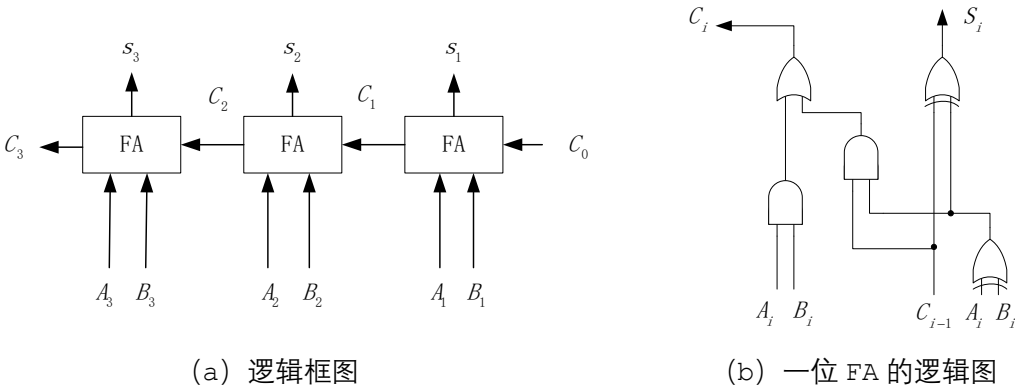

图 6.19 串行加法器框图
加法器是计算机或其他数字系统中对二进制数进行运算处理的组合逻辑构件。本实验主要采用 Verilog HDL 行为描述实现串行加法器，其逻辑结构框图如图 6.19 (a) 所示，它由多个全加器 (FA) 串行连接而成。每一个全加器是一位加法器，其逻辑图如 6.19 (b) 所示，有三个输入（加数 A_i ，被加数 B_i ，低位的进位信号 C_{i-1} ），两个输出（和数 S_i ，向高位的进位信号 C_i ）。